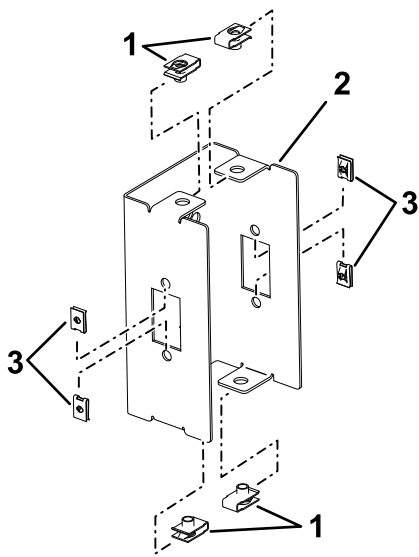

Figura 1
1. Instale las tuercas rápidas grandes en la parte superior e inferior del soporte de la luz (Figura 1).
2. Instale las tuercas rápidas pequeñas en los lados del soporte de la luz (Figura 1).